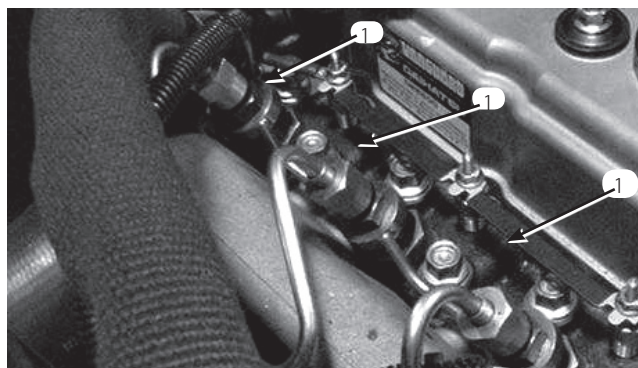

図 52
1. 燃料噴射ポンプの No.1ノズル&ホルダ・アセンブリ (図52) へのパイプ接続部をゆるめる。